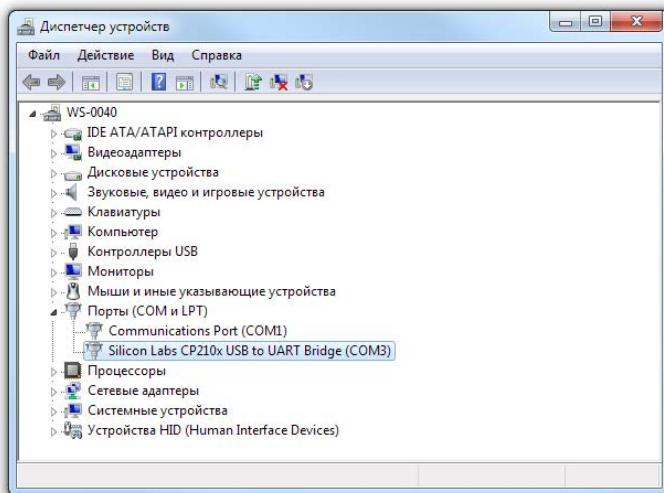

Рисунок 3. Определение порта подключения
*Для определения номера СОМ-порта, который назначила операционная система, воспользуйтесь Диспетчером устройств. Найдите устройство Silicon Labs CP210x в разделе «Порты» (рис. 3). Номер вашего СОМ-порта может отличаться от приведённого на рисунке.*